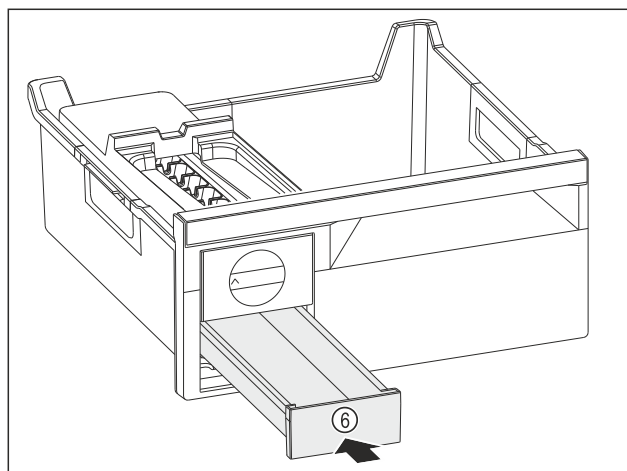

Fig. 146
- ▶ Insérer le compartiment à glaçons Fig. 146 (6).